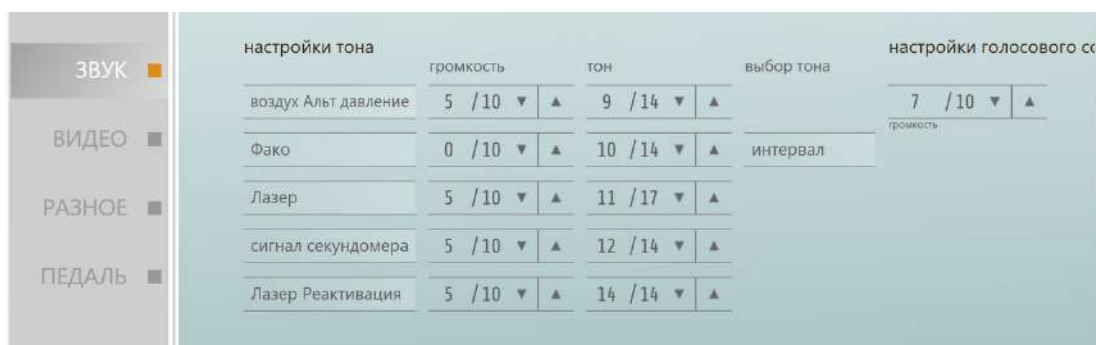

Fig. 163: Настройки звука (2)
1. Нажмите на функцию [B] (используя [C] можно выбирать следующий ряд настроек громкости: рис. 163).